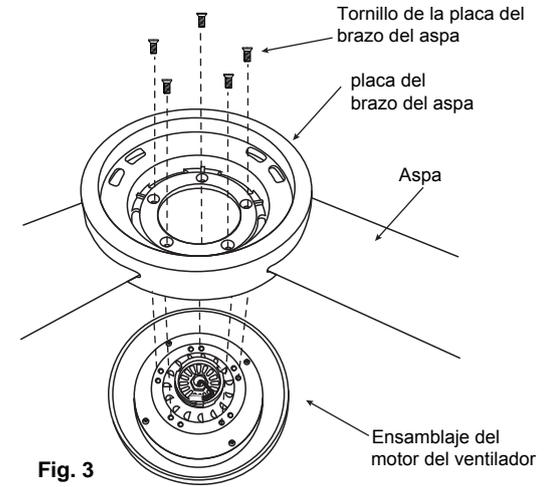

Fig. 3
Paso 1. Alinee los 5 orificios de la placa del brazo del aspa con el ensamblaje del motor del ventilador. Asegúrelo con los 5 tornillos del brazo del aspa proporcionados. (Fig.3)